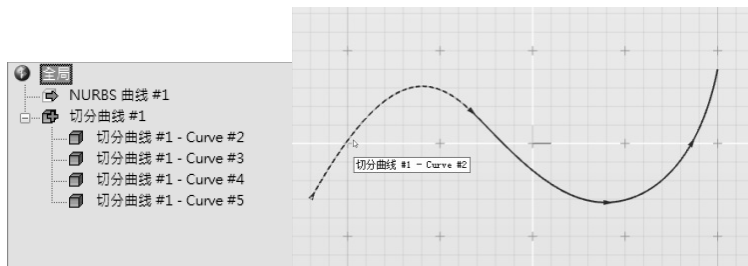

图 3-58 观察全局浏览器
3) 观察在全局浏览器中, 该切分曲线显示为多线段集合, 此时可单独点选其中任意一段曲线, 如图 3-58 所示。